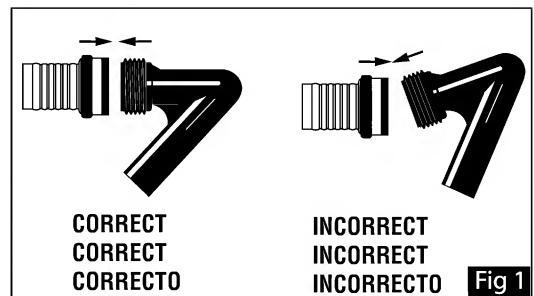

Fig 1
- 1) When attaching the garden hose to the hose reel out-tube be sure to attach correctly (Fig. 1). Cross-threading could cause permanent damage.
- 1) Lorsque vous raccordez le tuyau du jardin au tube de sortie, assurez-vous qu'il est raccordé correctement (Fig. 1). En effet, le fait d'insérer le raccord dans le mauvais sens risque d'endommager irrémédiablement le filetage.
- 1) Cuando conecte la manguera de jardín al tubo de salida asegúrese de conectarla correctamente (Fig.1). El conectar mal la rosca puede causarle un daño permanente.